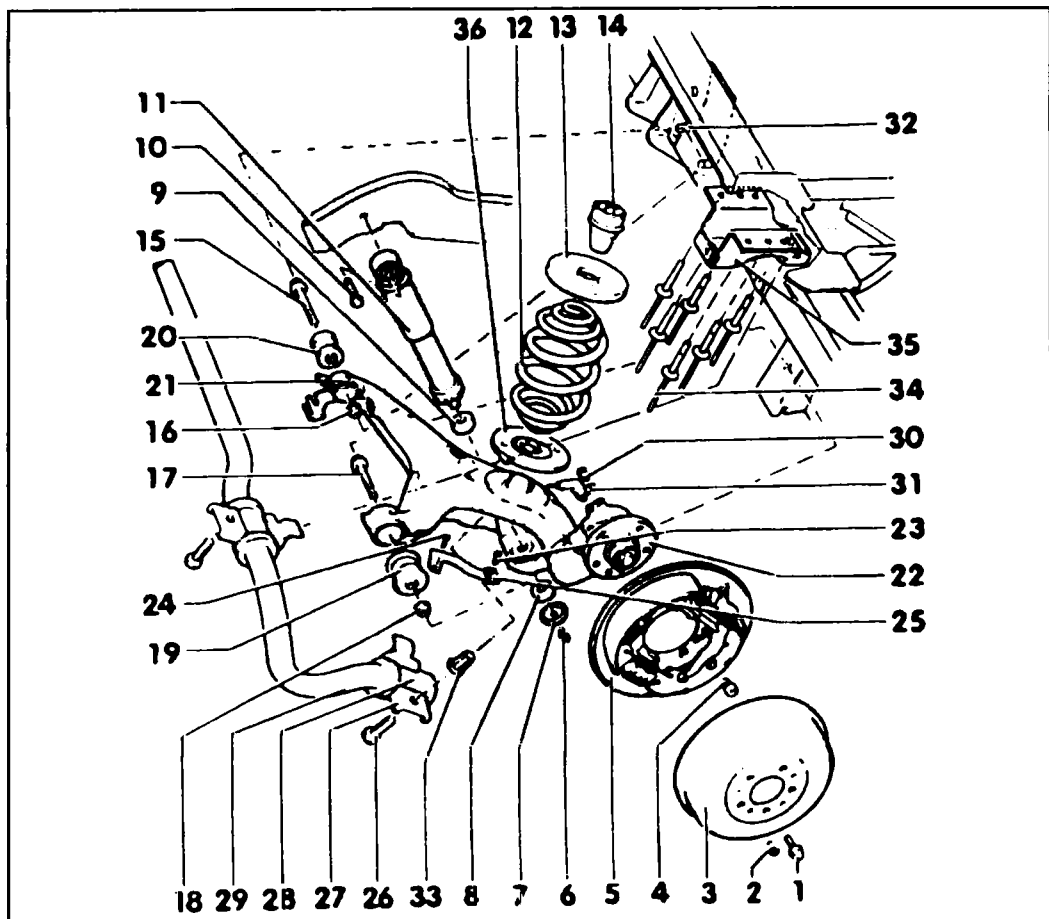
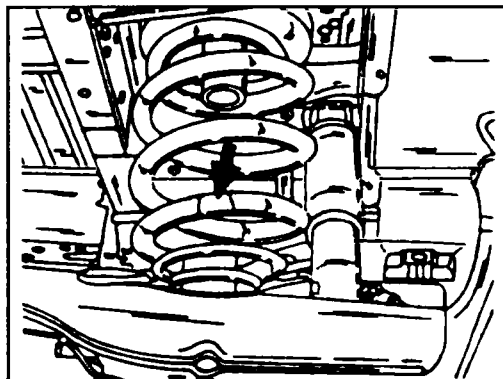

Рис. 7.27 Задняя подвеска колес- модели с барабанными тормозами
Рис. 7.32 Место маркировки пружины (см. по стрелке)
Конструкция подвески различна у автомобилей с барабанными и дисковыми тормозами (см. рис. 7.27 и 7.28).
На рис. 7.27 показаны продольный рычаг и винтовая пружина. Пружины помечены цветными полосками в зависимости от группы автомобиля. На рис. 7.32 показано место размещения этих меток. Их надо искать, глядя на пружины снизу автомобиля.
- ◆ Верхнюю тарелку пружины (12, рис. 7.27) установите так, чтобы конец пружины зафиксировался в выборке тарелки
- ◆ Поверните пружину так, чтобы маркировка пружины была снизу автомобиля (рис. 7.32).
Перед снятием продольного рычага необходимо пометить положение болта (15, рис. 7.27), так как в противном случае после установки будут необходимы измерение и регулировка геометрии задней подвески. Во время снятия продольного рычага необходимо воспользоваться рис. 7.27.
◆ Поверните головку болта (15) (см. рис. 7.27) в задней опоре рычага так, чтобы метка, нанесенная до снятия, встала напротив метки на кронштейне рычага.